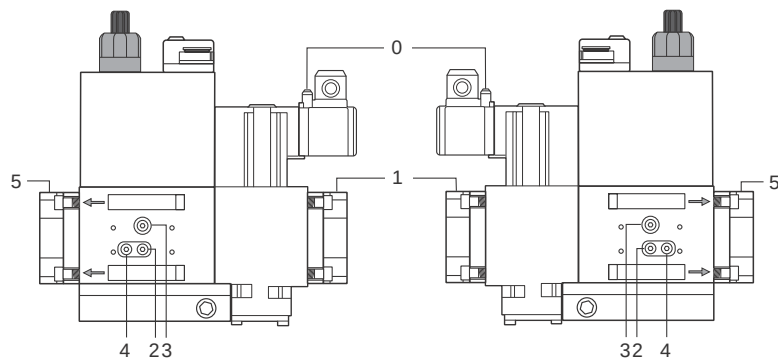
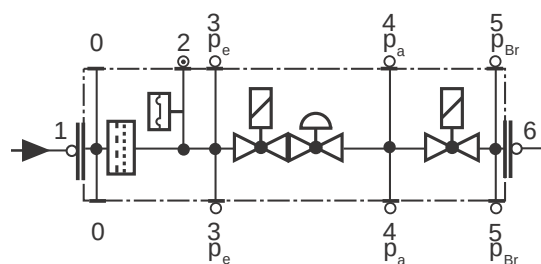

Fig. 38
Fig. 39
- Esame e pulizia accurata della fotocellula rilevazione fiamma, se necessario sostituzione. In caso di dubbio verificare il circuito di rilevazione dopo aver rimesso in funzione il bruciatore, seguendo lo schema in Fig. 39.
- Pulire o sostituire il filtro se la differenza di pressione fra i punti 1 e 2 (Fig. 38-Fig. 39) $D_p > 10$ mbar.